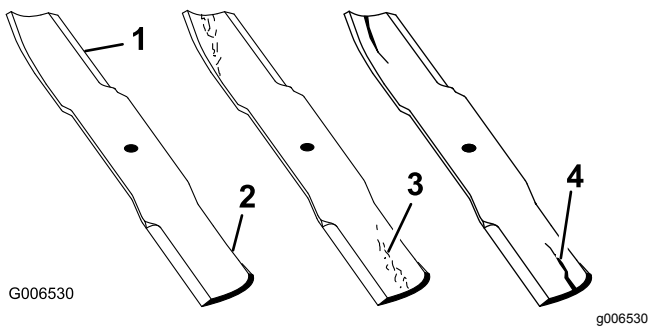

Figura 59
1. Inspeccione as extremidades de corte (Figura 59).
4. Se verificar quaisquer fissuras, desgaste, ou a formação de ranhuras nesta área instale imediatamente uma lâmina nova (Figura 59).